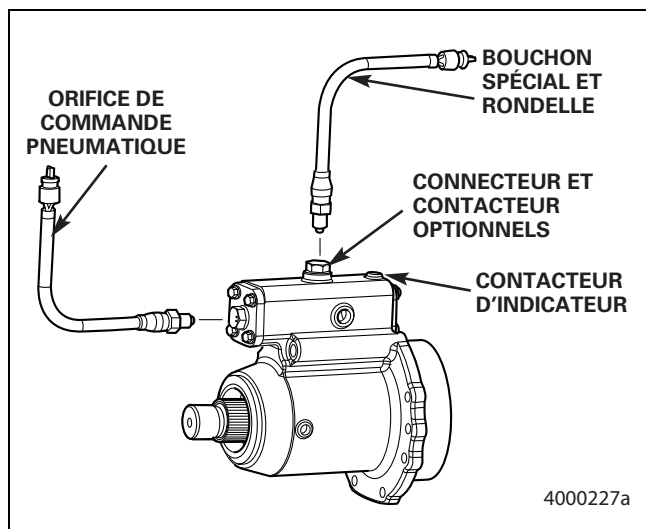

Figure 7.13
9. Installer le contacteur d'indicateur. Serrer le contacteur au couple de 25 à 30 lb-pi (34 à 40 N•m). Figure 7.13. 🔩
- **Si un contacteur n'est pas utilisé :** poser le bouchon spécial et la rondelle utilisés pour obturer l'orifice d'accès. Serrer le bouchon au couple de 25 à 30 lb-pi (34 à 40 N•m). Figure 7.13. 🔩